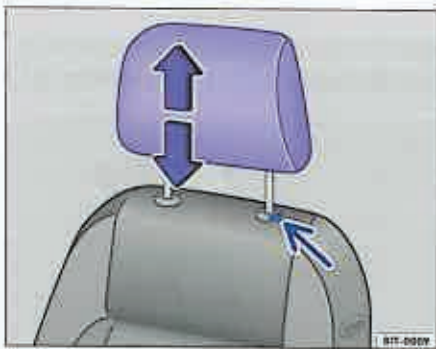
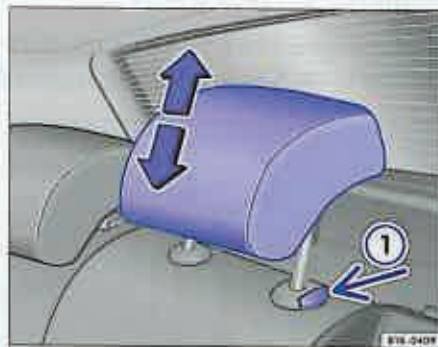

Fig. 59 Reglarea sau demontarea tetierelor din față.
Fig. 60 Reglarea sau demontarea tetierelor din spate.
- Împingeți tetiera în sus în sensul săgeții sau apăsați tasta ⇒ fig. 59 (săgeata) și împingeți-o în jos. Înălțime corespunzătoare ⇒ pagina 83.
- Pentru a putea regla tetierele locurilor din spate complet în jos, trebuie să mențineți apăsată tasta ⇒ fig. 60 ①.
- Mențineți apăsată tasta ⇒ fig. 59 (săgeata) resp. ⇒ fig. 60 ① și scoateți concomitent tetiera.